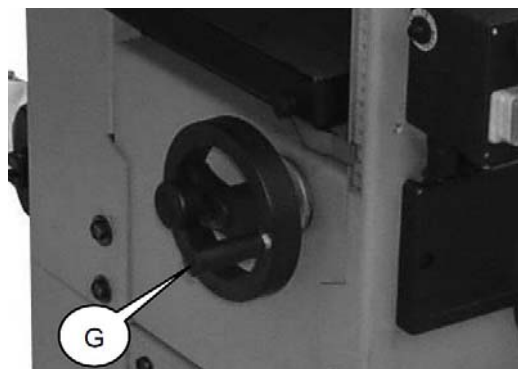

Abb. 17: Handrad Dickentisch
Schritt 1: Den Dickentisch durch Drehen des Handrads (G, Abb.17) in die niedrigste Position kurbeln.